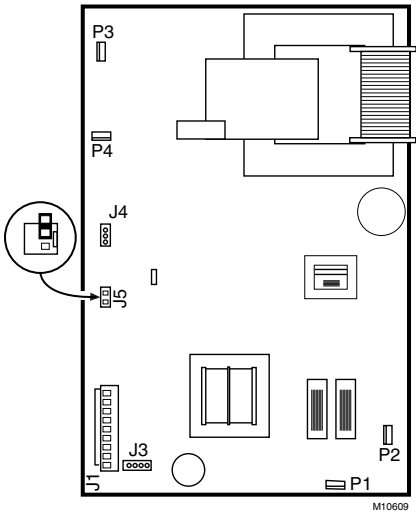

Fig. 14. Déplacer la tige de court-circuit J5 pour réduire la production d'ozone d'environ 20 à 25 %.
- d. Repérer la tige de court-circuit J5 sur le bloc d'alimentation. Voir Fig. 14. L'enlever et la raccorder à une seule broche.